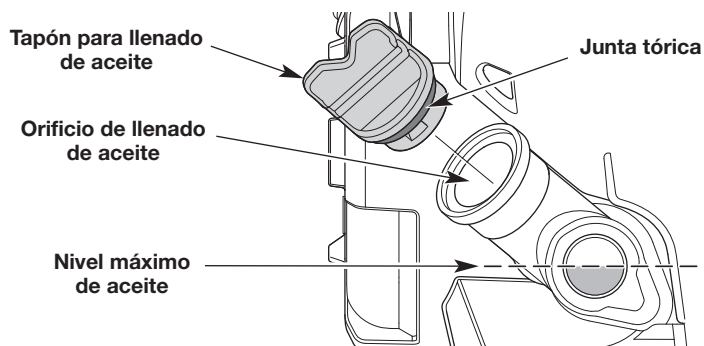

Fig. 21
3. Observe el interior del visor del nivel de aceite; use una linterna si es necesario. **El nivel de aceite debe llenar el visor hasta aproximadamente la mitad** (Fig. 21). Si el nivel de aceite es demasiado bajo, agregue aceite. Consulte *Procedimiento para agregar aceite*.
1. Limpie la zona que rodea el tapón de llenado de aceite (Fig. 21) a fin de evitar que ingresen residuos en el orificio de carga de aceite.
3. Agregue aceite al orificio de llenado de aceite hasta que el nivel de aceite llegue hasta aproximadamente la mitad del visor del nivel de aceite (Fig. 21).
**NOTA:** Compruebe que la junta tórica esté en su lugar en el tapón de llenado de aceite (Fig. 21).